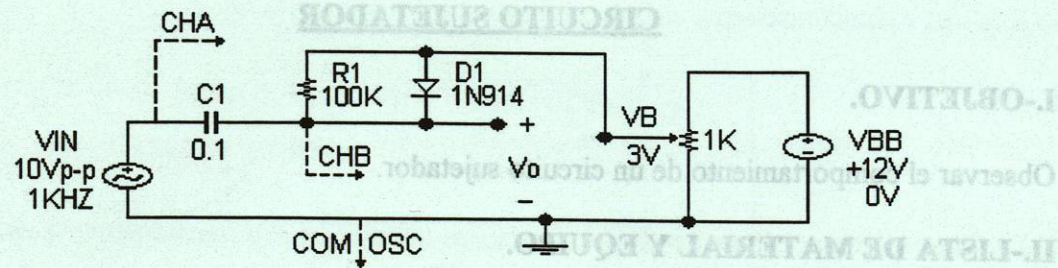

Figura 1. Circuito Sujetador.
1.-Explicar el funcionamiento del circuito recortador serie de la figura 1.
2.-Explique el comportamiento de del circuito de figura 1, si el potenciómetro se ajusta para $V_B=0$.
3.-Explique el comportamiento del circuito de la figura 1, cuando la fuente V_{BB} es igual a -12 V.(Paso 6 del procedimiento).
En el circuito de la figura 1, durante el semiciclo negativo de la señal de entrada, el capacitor se carga hasta un voltaje igual a $V_m - V_B$.